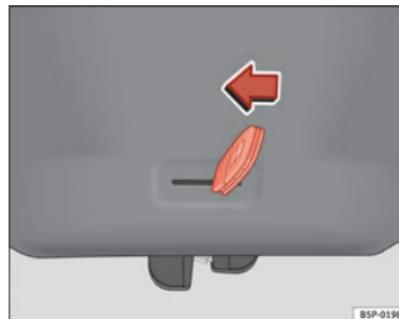

Abb. 66 Heckklappe:
- Den Schlüsselbart in den Schlitz stecken und das Verriegelungssystem entriegeln, indem der Schlüssel von rechts nach links in Richtung Pfeil bewegt wird → Abb. 66.